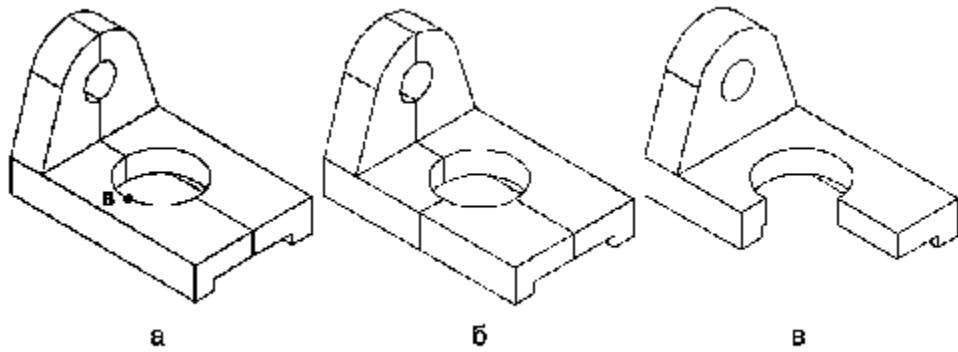

Рис. 11.19. Порядок выполнения задания
следующий вопрос команды Slice необходимо отметить точку В (рис. 11.19а). Данный узел также является квадрантом отверстия и поэтому может быть зафиксирован при помощи режима объектной привязки Quadrant (Квадрант). На вопрос Specify a point on desired side of the plane or [keep Both sides] необходимо ввести В, чтобы не допустить удаления части объекта после рассечения. В случае успешного выполнения команды деталь должна разделиться уже на три части, а контуры плоскости рассечения должны соответствовать рис. 11.19б.
6. Наконец, для получения окончательного результата необходимо удалить одну из частей разделенного объекта командой Erase, а к остальным частям применить команду Union. В результате выполнения всех перечисленных выше преобразований деталь будет выглядеть в соответствии с рис. 11.19в.